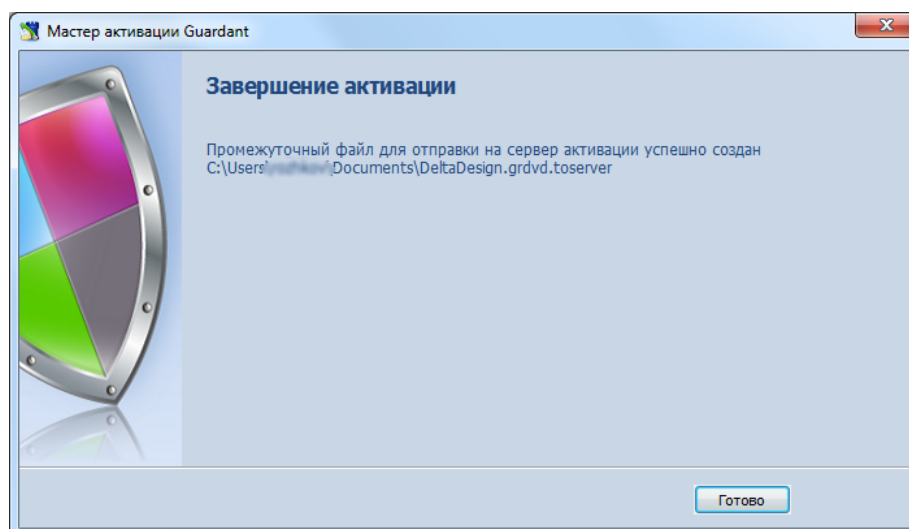

Рис. 28 Промежуточный файл сгенерирован
5. Произойдет генерация файла вида «DeltaDesign.grdvd.toserver», по окончании которой, откроется окно проводника, отображающее место расположения сгенерированного файла. Путь к сгенерированному файлу также будет указан в окне мастера активации, см. Рис. 28. Для окончания данного этапа закройте мастер, нажав кнопку «Готово».